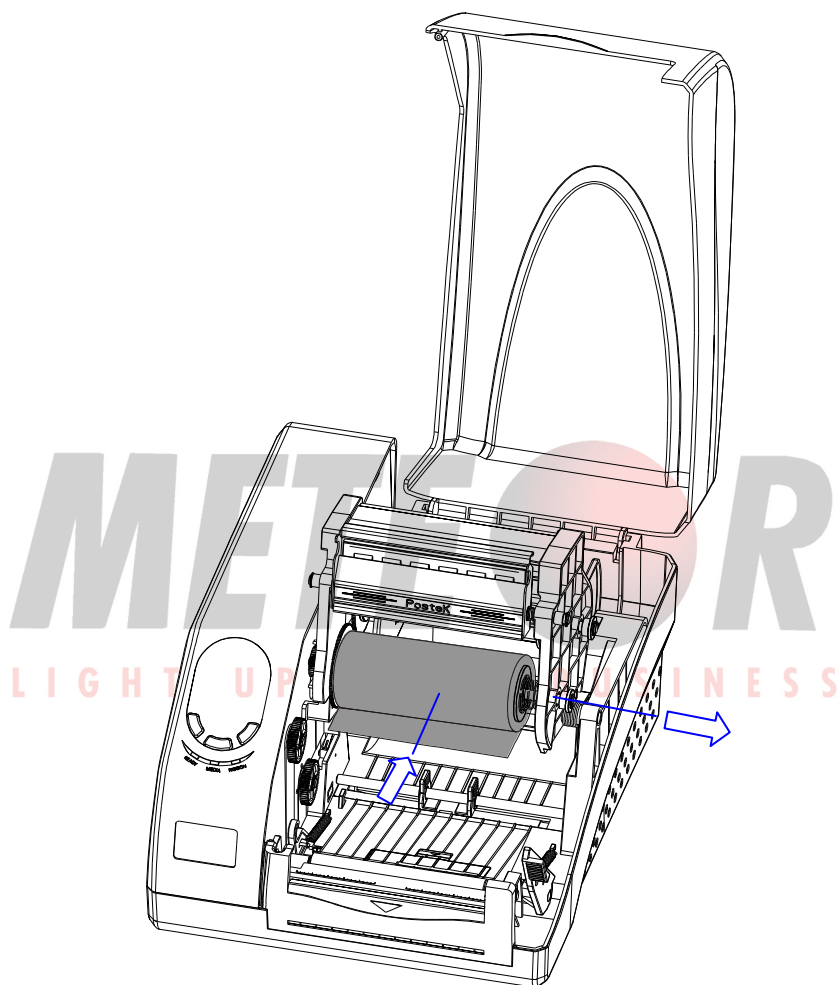

Figura 5-4
6. Far passare, senza sguaiarlo, il nastro sul gruppo-stampa e inserire l'anima di raccolta nella parte superiore (Figura 5-4).